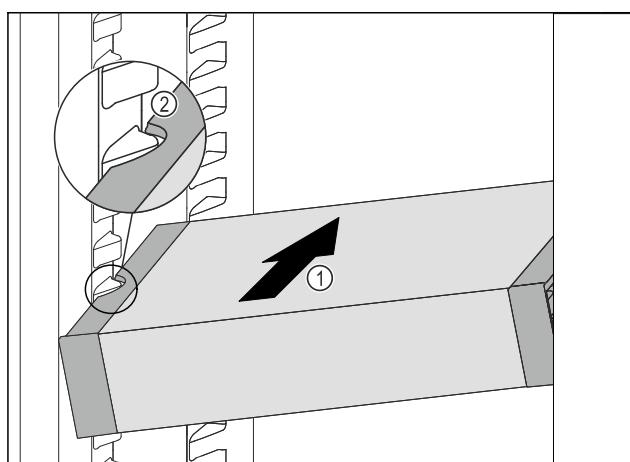

Fig. 75
- VarioSafe gurajte koso u hladnjak Fig. 75 (1) sve dok se bočni otvori Fig. 75 (2) ladice VarioSafe ne nađu na visini žlijeba spremnika u hladnjaku.